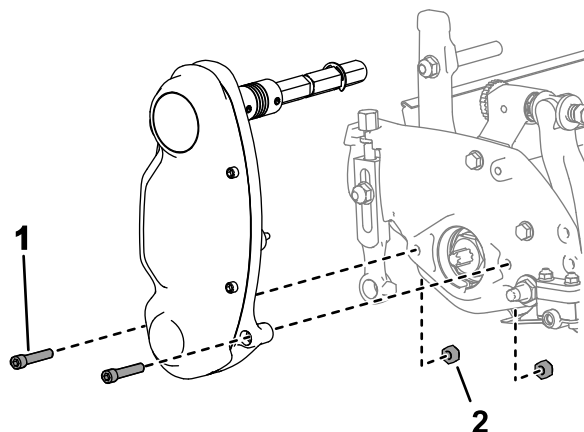

Рисунок 13
- Зніміть кріпильні елементи, що фіксують вузол приводу барабана до бічної пластини (**Рисунок 13**).
- Викрутіть гайки з внутрішньої сторони бічної пластини (**Рисунок 13**).